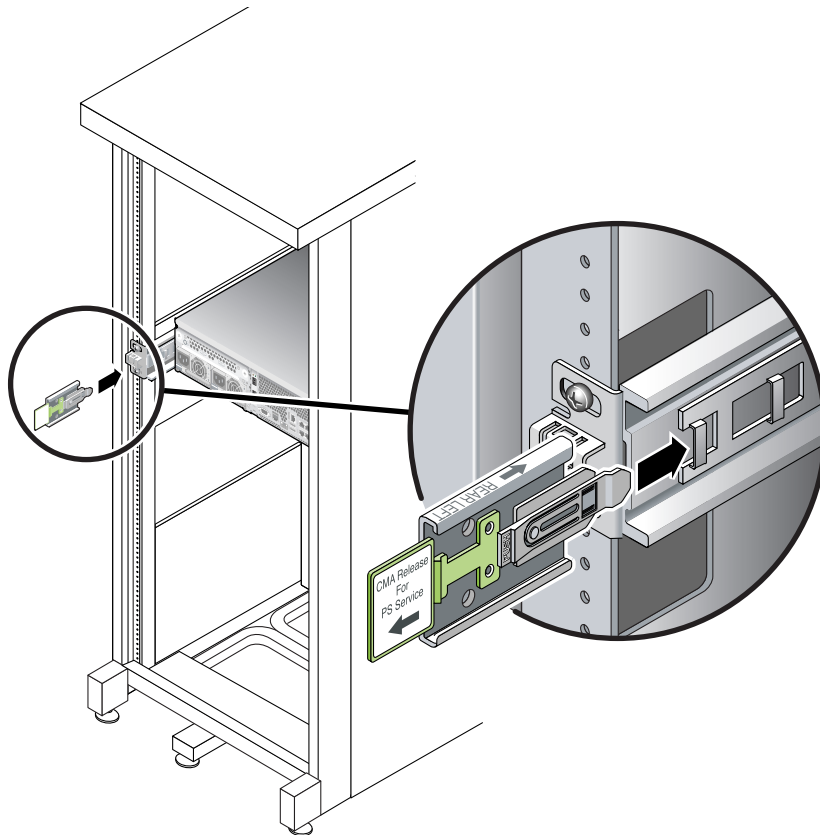

FIGURA 2-18 Inserción de la extensión de la guía CMA en la parte posterior de la guía deslizante de la izquierda
1. En la parte trasera del bastidor, introduzca la extensión de la guía CMA en el extremo del conjunto de guías deslizantes de la izquierda (FIGURA 2-18).